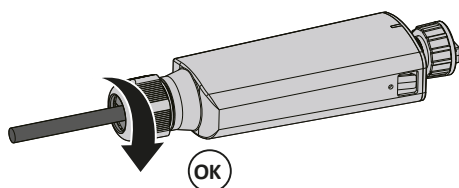

Abb. 31. Dichtung anbringen und Kabelverschraubung anziehen
4. Schließen Sie das Gehäuse mithilfe der beiden Verriegelungslaschen und ziehen Sie die Kabelverschraubung an [W_16/  2 Nm] (siehe Abb. 31).